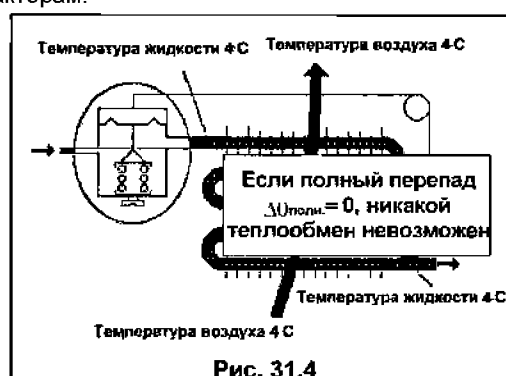

Рис. 31.4
- во-вторых, при повышении температуры испарения *уменьшается температурный перепад между хладагентом и поступающим на вход в испаритель воздухом*, что также снижает холодопроизводительность, поскольку ухудшается интенсивность теплообмена (в пределе, если хладагент имеет ту же температуру, что и воздух, теплообмен отсутствует и холодопроизводительность становится нулевой, см. рис. 31.4).